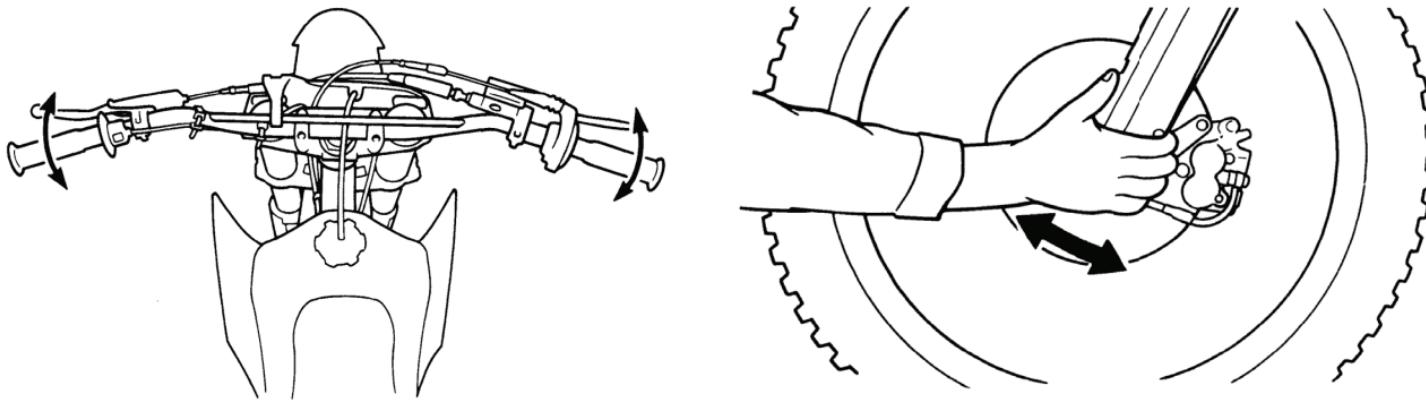

Рисунок 6. Проверка рулевой колонки.
1. Встаньте перед мотоциклом. Возьмитесь за вилку (в районе передней оси) и потянните вилку по направлению к двигателю и обратно (см. рис. 6) несколько раз. Если подшипники изношены, Вы почувствуете люфт или даже услышите щелчок / глухой удар.